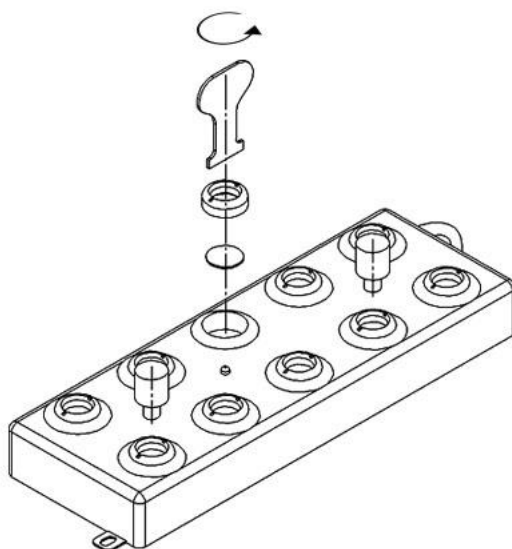

Рисунок 10.1. Замена ультразвуковых мембран
6. Выкрутите гайку крепления мембраны специальным ключом против часовой стрелки (рисунок 10.1).